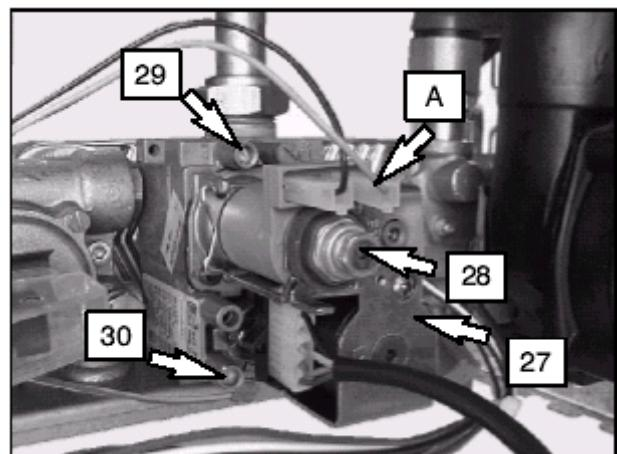

Fig. 7.2
Depois de qualquer medição das pressões de gás, fechar devidamente as tomadas de pressão utilizadas (29 e 30, na fig. 7.2.)
2. Com a caldeira apagada (fora de serviço), controlar a pressão de alimentação, utilizando a tomada de pressão à entrada da válvula de gás 30 na fig. 7.2. e comparar o valor lido com os indicados na tabela de pressões de alimentação de gás, neste manual.
4. Abrir a tomada de pressão à saída da válvula de gás 29, na fig. 7.2. e ligar um manómetro.
7. Deixar sair abundante quantidade de água quente sanitária. Compare o valor da pressão medida com a que está indicada nas tabelas 7.1. e 7.2. Para tarar a pressão do queimador, intervir na porca de latão da bobine de modulação 28, fig. 7.2.
8. Desligar o fio de alimentação “A” da bobine moduladora 28, não o deixando tocar em peças metálicas da caldeira, fig. 7.2.
9. Compare o valor da pressão medida com o que está indicado nas tabelas 7.3. e 7.4. Para ajustar a pressão ao queimador, tem que actuar sobre a porca plástica, fixando a porca de latão da bobine moduladora 28, indicada na fig. 7.2.
10. Voltar a ligar o fio de alimentação “A” da bobine moduladora, fig. 7.2.
- 12. Fechar a tomada de pressão 29, fig. 7.2.**
4. Abrir a tomada de pressão à saída da válvula de gás 29 na fig. 7.2. e ligar um manómetro.